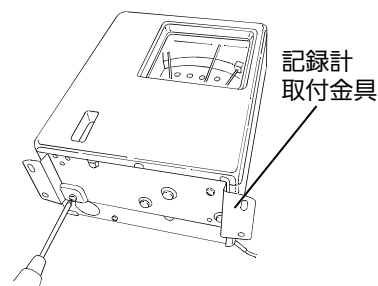

図 1
1. 自記温度記録計（MTR-0621LH）に、自記温度記録計に同梱されている説明書を参考にして、記録計取付金具を取り付けてください〔図 1〕。